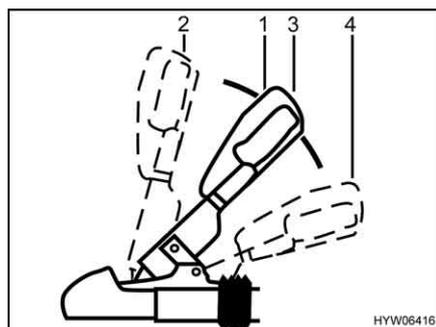

Fig. 5 Acoplamiento de seguridad WS 3000 D
- Desplazar la palanca de acoplamiento (Fig. 5,1) hacia arriba a la posición "abierto" (Fig. 5,2). El acoplamiento de seguridad está abierto.
- Colocar el acoplamiento de seguridad abierto en la bola del remolque del vehículo tractor y soltar la palanca de acoplamiento. El tirador se vuelve a deslizar automáticamente hasta su posición inicial (Fig. 5,3).
- Activar el dispositivo de estabilización. Tirar de la palanca de acoplamiento hacia abajo desde la posición cerrado (Fig. 5,3) hasta el tope (Fig. 5,4).
Para desconectar el dispositivo de estabilización, p. ej. para maniobrar, tirar la palanca de acoplamiento (Fig. 5,1) lentamente hacia arriba hasta la posición cerrada (Fig. 5,3).